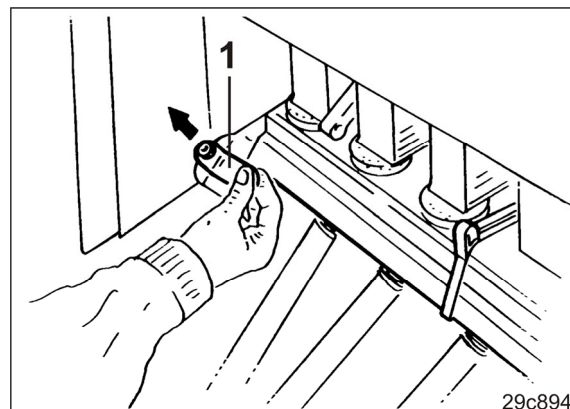

Рис. 75
2. Вытяните вбок подпружиненный рычаг (Рис. 75/1) из фиксатора.